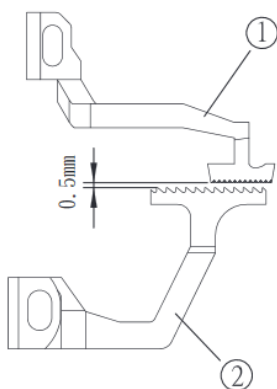

Fig. 45 / Fig. 45
Когда верхнее устройство подачи ① движется к самому низкому ходу, расстояние от дифференциального устройства подачи (2) составляет 0,5 мм. (Рис.45)